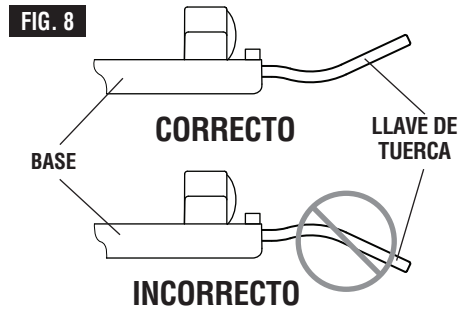

FIG. 8
**PRECAUCION** Es necesario insertar la llave de tuerca con la orientación correcta (Fig. 8). Si se inserta incorrectamente, la pieza de trabajo podría sufrir daños.